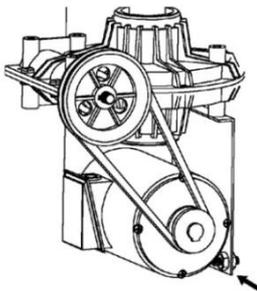

Figure 1
- Vérifier la tension de la courroie de transmission tous les 6 mois. (Figure 1).